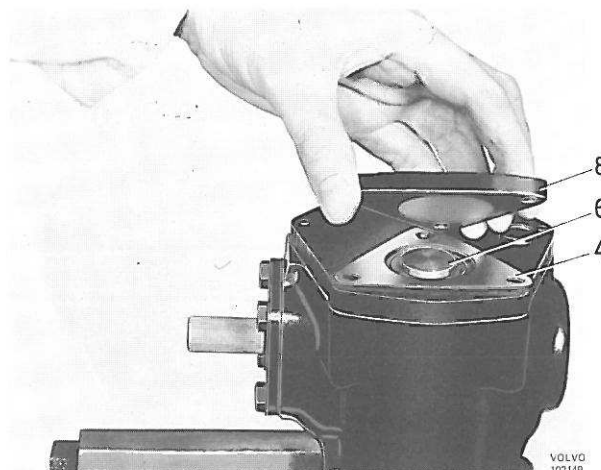

Figure 58. Démontage de la plaque de butée
1. Démontez la plaque de butée (8, figure 58), les cales de réglage (4), la coupelle de ressort (6) et les ressorts.